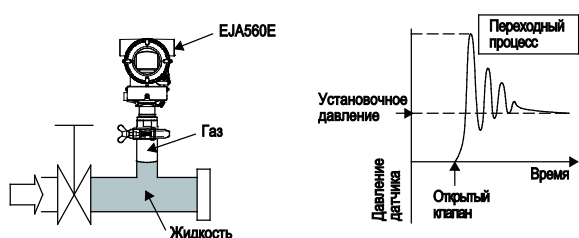

Рисунок 3. Пиковое давление пенящейся жидкой смеси при установке в верхнем конце трубы
- Пиковое давление пенящейся жидкой смеси при установке в верхнем конце трубы (Рис. 3),